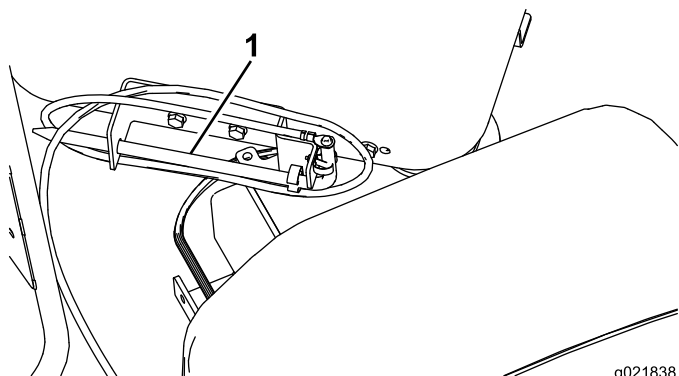

Figure 43
1. Retirez le piquet de mise à la terre de son support sur le côté de la plate-forme de l'opérateur (Figure 43).
2. Descendez le chariot au bout du cadre de forage et pulvérisez du composé d'étanchéité sur le filetage de l'arbre. Ramenez ensuite le chariot à l'extrémité supérieure du cadre (Figure 43).